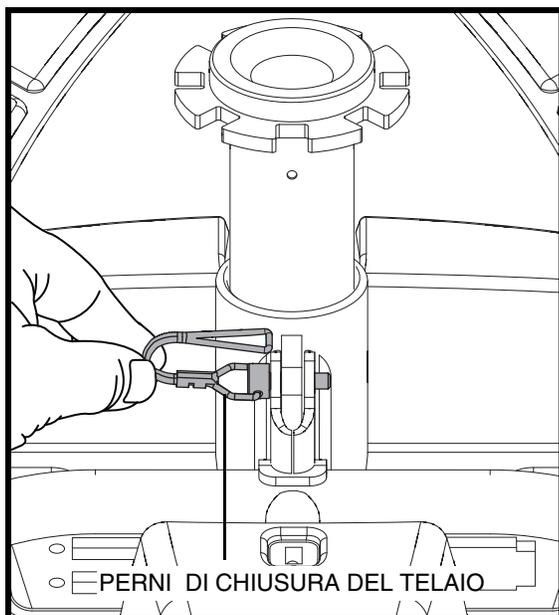

Figura 25. Perna di chiusura del telaio
2. Rimuovere il perno di chiusura. **Vedere figura 25.**